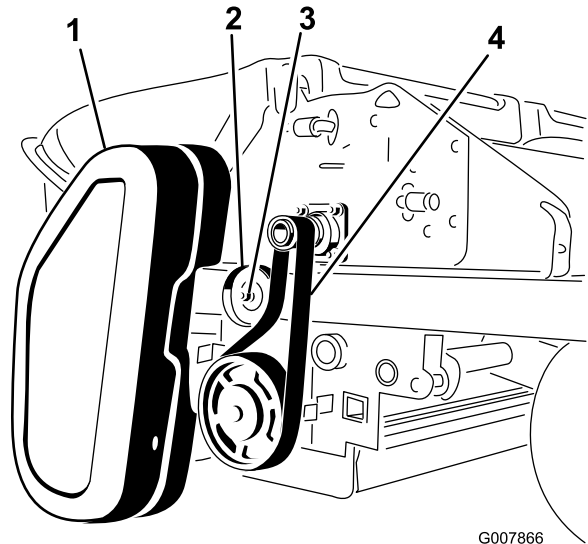

Figura 59
1. Retire a cobertura da correia (Figura 59).
2. Desaperte porca na polia intermédia (Figura 59).
3. Deslize a correia para fora do eixo do cortador e polia da escova (Figura 59).